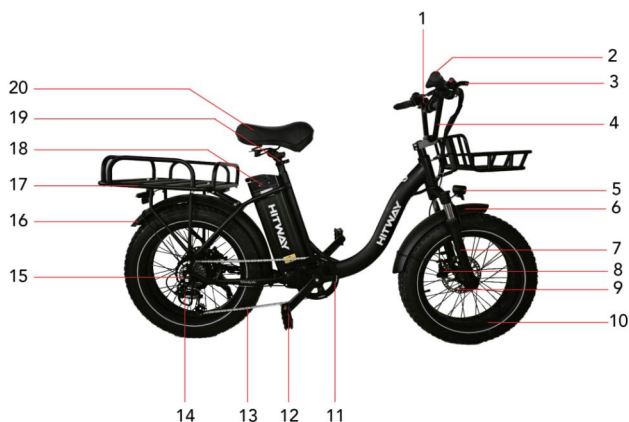

Figura 1 (diagrama de vehículo completo)
1. Inserte la llave en la cerradura de la figura 1, gire la llave hacia la derecha desde la posición «OFF» hasta la posición «ON».